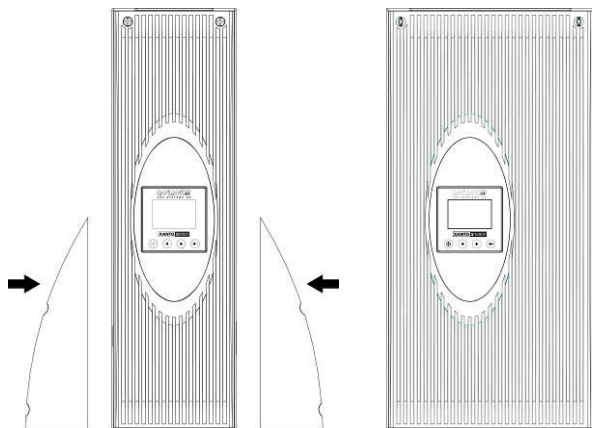

Abbildung 4: XANTO S 6000 und 10000, Tower-Installation
1. Stellen Sie die USV-Anlage auf eine ebene, stabile Oberfläche an ihren endgültigen Platz (siehe Abbildung 4).
3. Bei Installation ohne Batteriepaket montieren Sie bei der XANTO S 6000 die Gehäusestützen (siehe Abbildung 4).